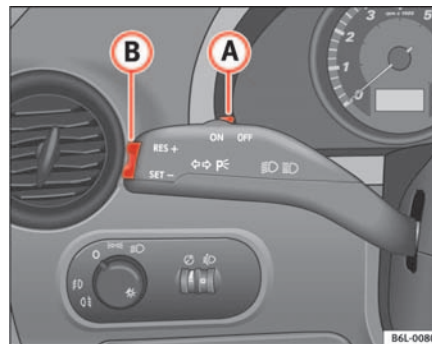

Abb. 105 Blinker- und Fernlichthebel: Schalter und Wippe für GRA
- Schieben Sie den Schalter ⇒ Abb. 105 **A** nach links auf **ON**.